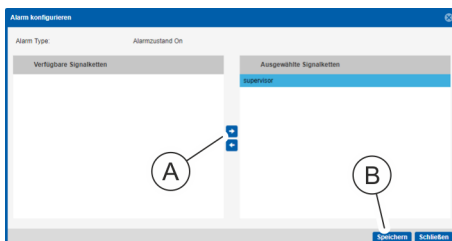

Abb. 129: Fenster "Alarm konfigurieren"
7. Im Fenster "Alarm konfigurieren" eine Signalkette auswählen und über die Schaltfläche „→“ (Abb. 129/A) ins Feld „ausgewählte Signalketten“ schieben. Auswahl über die Schaltfläche „Speichern“ (Abb. 129/B) bestätigen.